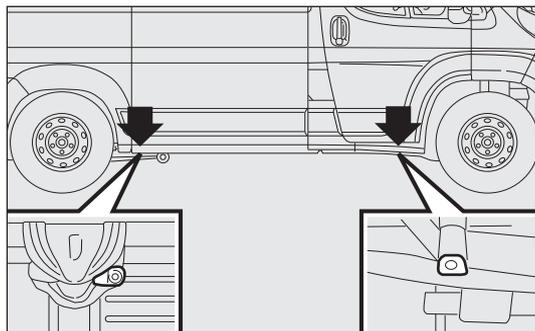
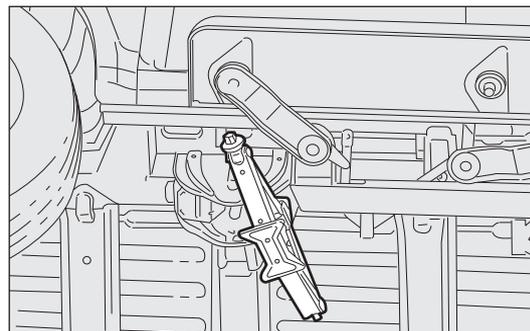

Abb. 165
Abb. 166a
- den Wagenheber an der Halterung für das Anheben so nahe wie möglich am zu ersetzenden Rad, an den Punkten in Abb. 165 positionieren. Bei den Versionen mit kurzem Radstand mit einziehbarem Trittbrett muss der Wagenheber am Anhebepunkt in Abb. 166a auf 45° ausgerichtet werden, damit das einziehbare Trittbrett kein Hindernis darstellt;